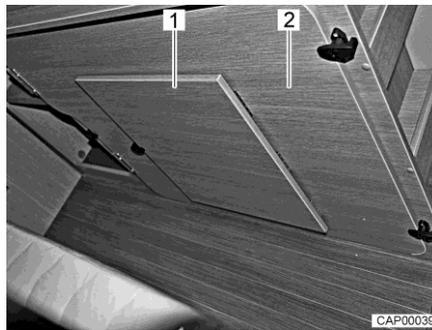

Fig. 75 Tabla de apoyo en el armazón de la cama derecha
- Quitar la tabla de apoyo adicional (Fig. 75,2) del armazón de la cama derecha en la parte trasera.
- Desplegar el reposapiés (Fig. 75,1) en la tabla de apoyo.